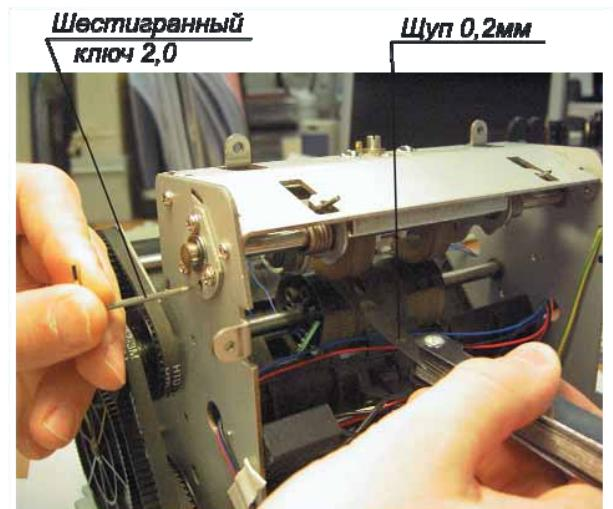

Рис. 15
9. Опуская регулятор перекоса при помощи ключа 2,0мм и, перемещая щуп 0,2мм между левыми роликами сепаратора и фидера, достичь зазора между роликами 0,2мм (рис. 15).